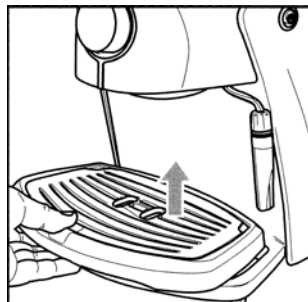

図24
- ・(図24) - 毎日ドリフトトレイを空にして水洗いしてください。